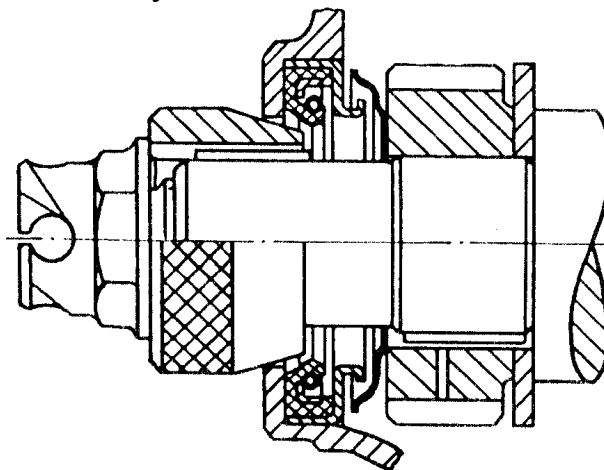

Рис.77. Центрирование переднего сальника коленчатого вала с помощью приспособления 5-У-27685
22. Установить крышку распределительных шестерен на шпильки ее крепления, предварительно установив на них прокладку крышки. Крышка должна быть отцентрирована по переднему концу коленчатого вала при помощи специальной конусной оправки (рис.77). Установить на передний конец коленчатого вала оправку, поджать крышку распределительных шестерен к блоку цилиндров при помощи храповика и затянуть гайками.